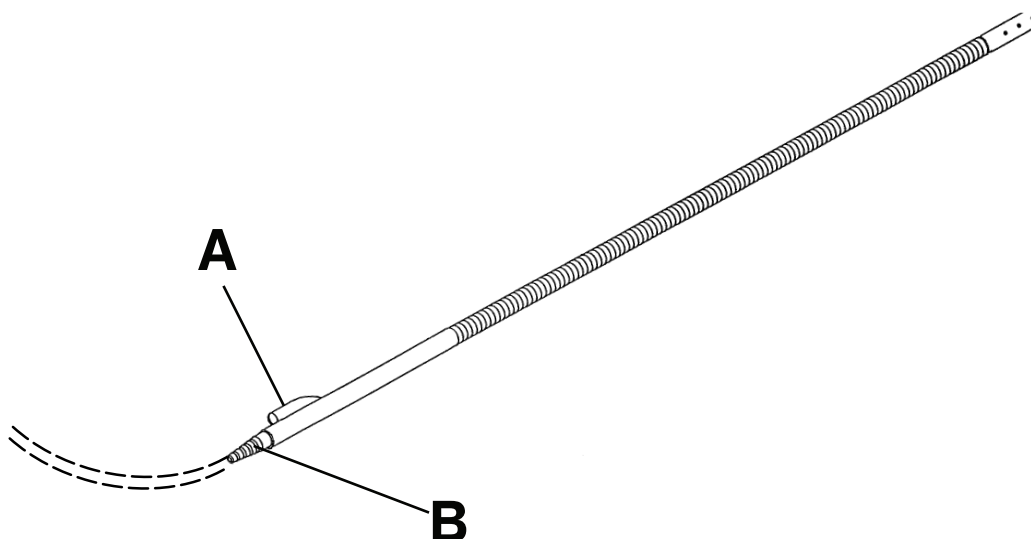

Figura 11 – Tubagem de fornecimento de ar
1. Coloque a aba de montagem (A) no encaixe da haste do suporte de soros na extremidade do lado da cabeça do produto.
2. Insira o tubo de fornecimento de ar no recetáculo do tubo de ar (B) (Figura 11).